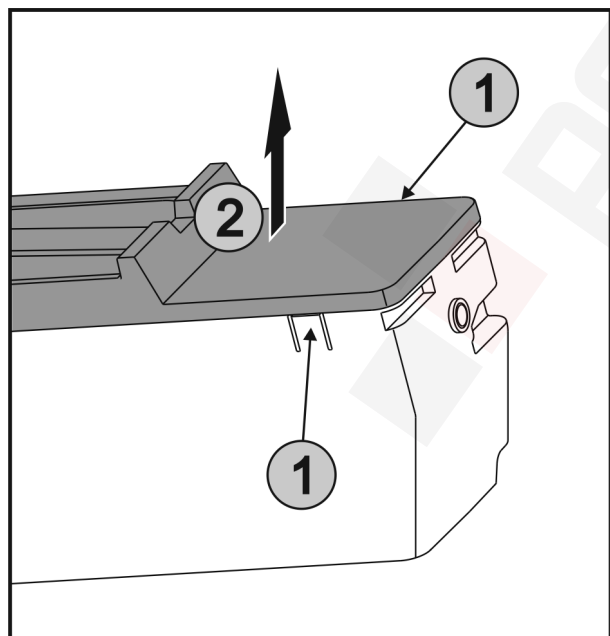

Fig. 68
- Nyomja le egyszerre a füleket Fig. 68 (1) az EasyTwist-Ice két oldalán, és felfelé vegye le a fedelet Fig. 68 (2).